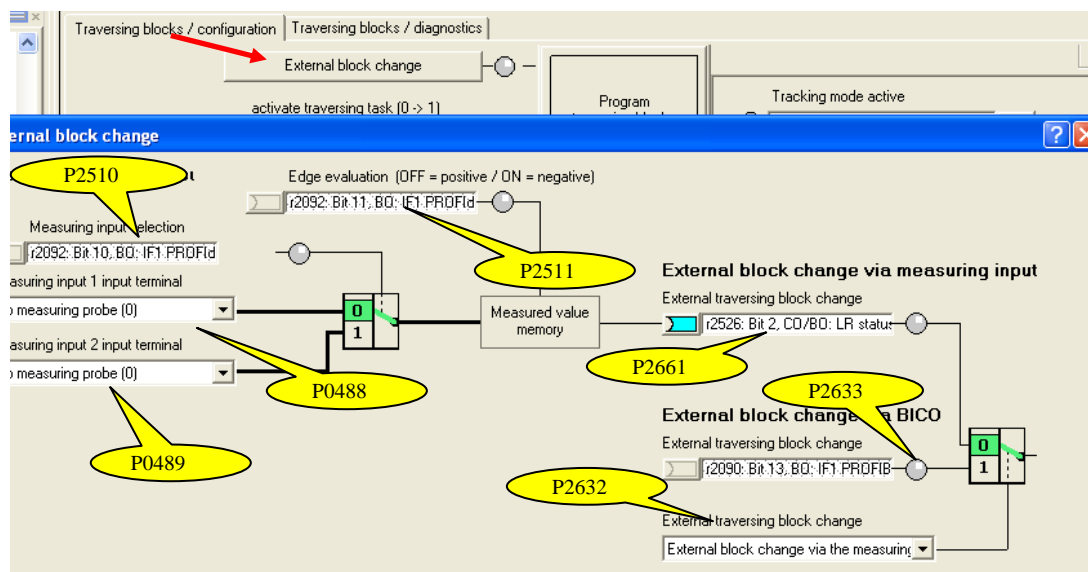

图 16
- ✓ 方式 4 (CONTINUE_EXTERNAL) : 与方式 3 基本相同, 但可以通过外部信号直接切换到下一个任务。如图 16 所示: 如果选择 p2632=1, 在激活 p2633=r2090.13 上升沿之后, 则轴会从当前任务直接跳转到下一个任务; 如果选择 p2632=0(external block change via the measuring input), 则 measuring input 信号有效之后, 轴从当前任务直接跳转到下一个任务, 同时将当前的实际位置值 (r2521) 记入到 r2523 中